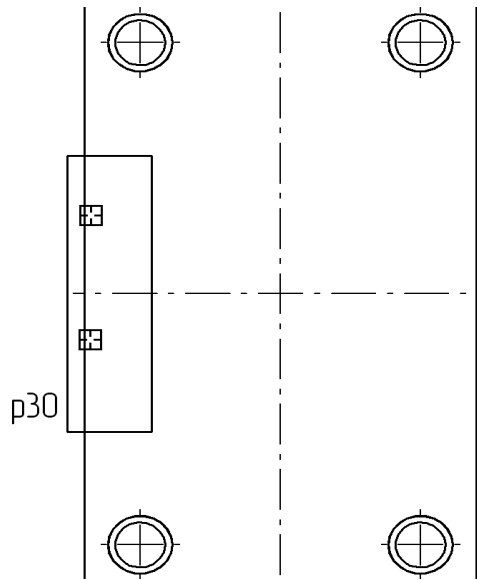

Рис. 51.84.
5. Нажмите кнопку **Усечь кривую** на панели **Редактирование** и укажите курсором лишние участки вертикального отрезка (рис. 51.84).